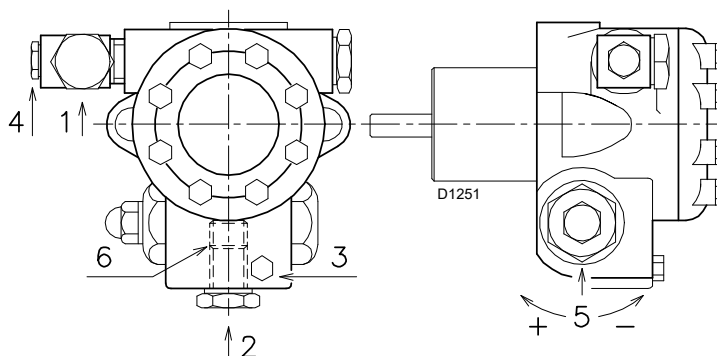

Fig. 17
- A fin de que la bomba pueda autocebarse, es indispensable aflojar el tornillo 3) (Fig. 17) de la bomba para purgar el aire que pueda haber en el tubo de aspiración.
Para variar la presión de la bomba, usar el tornillo 5)(pág. 16 Fig. 17).